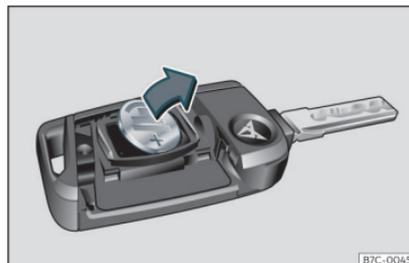

Fig. 73 Chiave del veicolo: estrarre la batteria.
- Estrarre la batteria dal vano con un oggetto fino adatto >>> fig. 73.
- Collocare la nuova batteria come illustrato >>> fig. 73 e inserirla nel vano batteria nella direzione contraria a quella indicata dalla freccia >>> ⓘ.